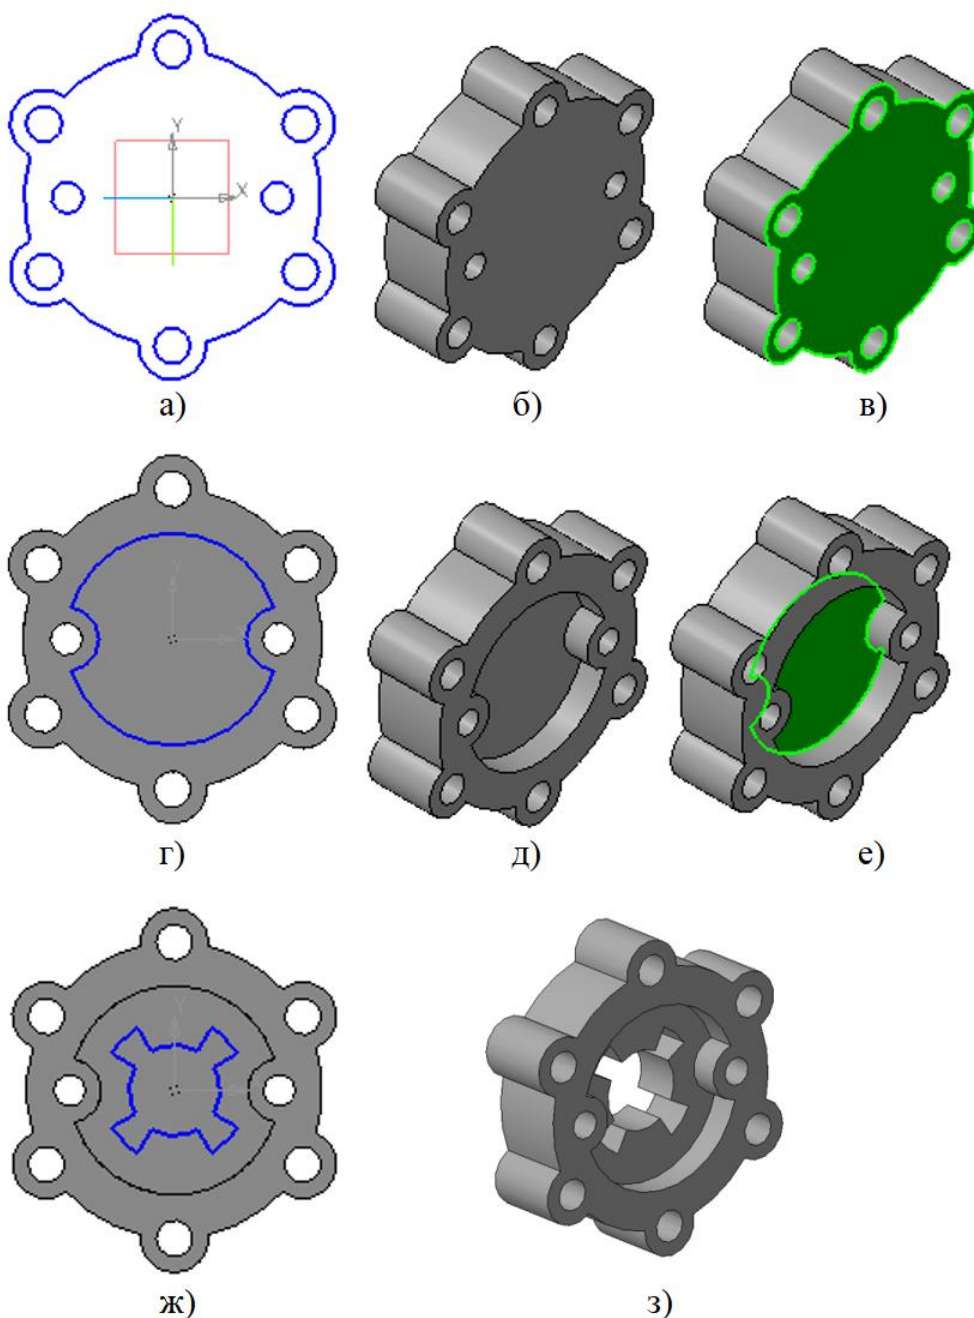

Рисунок 9 – Последовательность выполнения задания
2. Скопируйте из чертежа или постройте внешний контур крышки со всеми окружностями (рисунок 9а). Выйдите из эскиза, отжав кнопку «Эскиз».
3. Выберите команду «Элемент выдавливания». Выдавите на 40 мм в прямом направлении (рисунок 9б).
4. Выберите переднюю торцевую плоскость модели, вызовите команду построения эскиза (рисунок 9в).
5. Скопируйте из чертежа и вставьте в эскиз или постройте второй контур крышки (рисунок 9г). Выйдите из эскиза.
6. Выберите команду «Вырезать выдавливанием». Вырежьте эскиз в прямом направлении на 15 мм (рисунок 9д).
7. Выберите торцевую плоскость построенного углубления, вызовите команду построения эскиза (рисунок 9е).
8. Скопируйте из чертежа и вставьте в эскиз или постройте третий контур крышки (рисунок 9ж). Выйдите из эскиза.
9. Выберите команду «Вырезать выдавливанием». Вырежьте эскиз в прямом направлении способом «Через всё» (рисунок 9з). Сохраните файл.